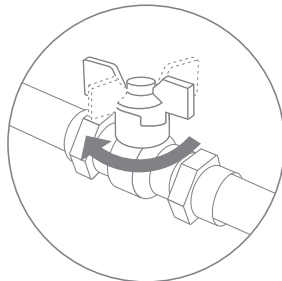

Рис.6
1. Перекройте подачу холодной воды к месту подключения (рис. 6) и сбросьте давление воды в магистрали водопровода, открыв вентиль смесителя.